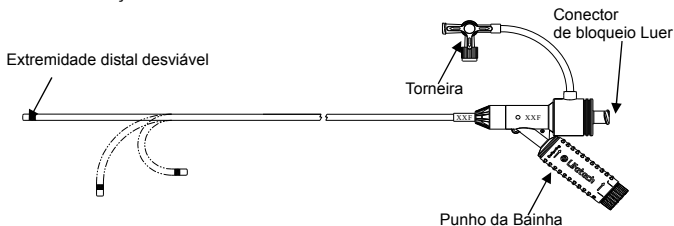
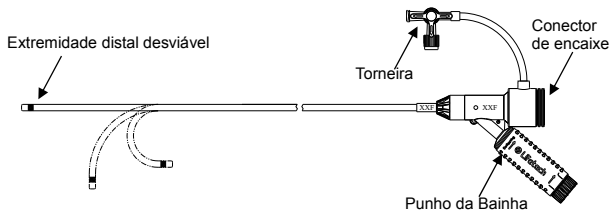

Fig.1 Introdutor orientável(série 800)
Fig.2 Introdutor orientável(série 550/700/900)
- 1) Bainha Deflectível (Fig.1 e Fig.2)